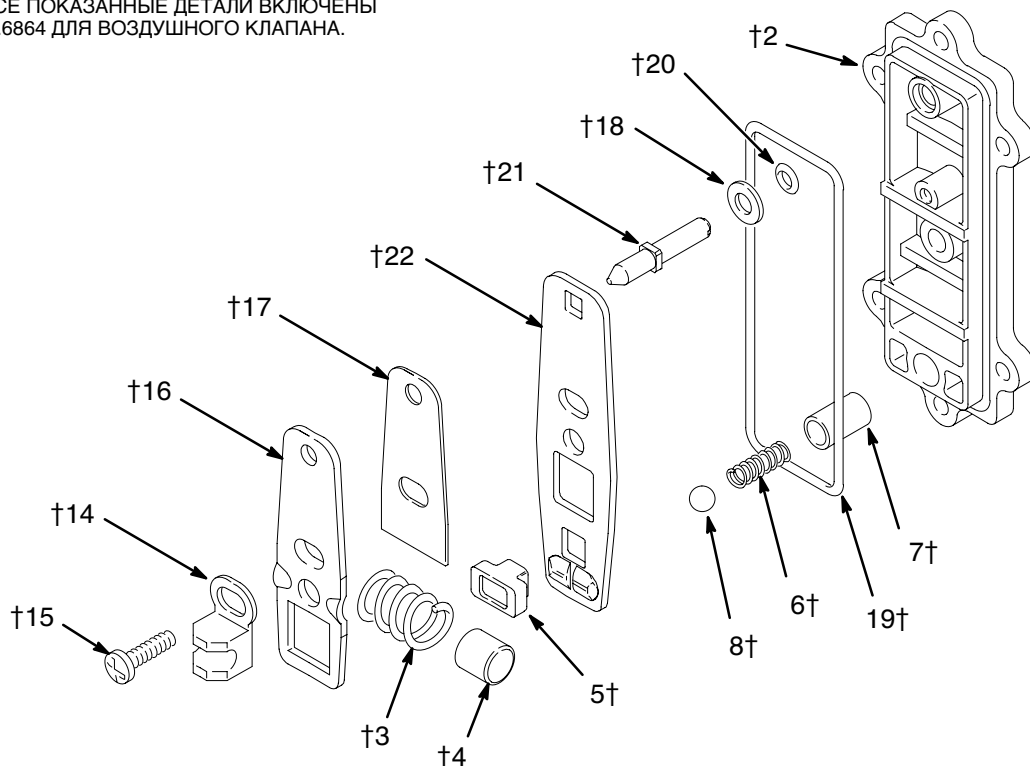

Рис. 9
3. Выкрутите винт (15) и снимите смещаемое седло (14). См. Рис. 9.
4. Разберите узел звена, состоящий из приводного звена (16), прокладки (17), фиксаторного звена (22), пружины (3), упора (4) и наконечника клапана (5).
5. Извлеките фиксаторный шарик (8) и пружину (6). Фиксаторная манжета (7) имеет прессовую посадку и не нуждается в извлечении; если ее потребуется заменить, то нужно также заменить крышку (2).
6. Извлеките возвратную ось (21), кольцевое уплотнение (20) и шайбу (18).